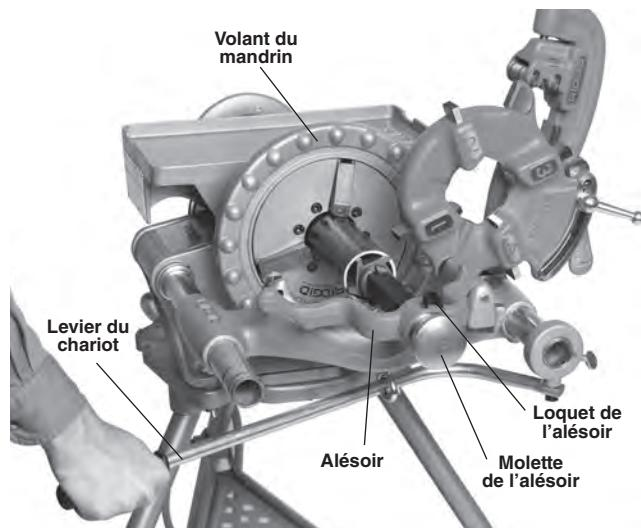

Figure 22 – Utilisation de l'alésoir n° 341
- Positionnez l'alésoir en appuyant sur la gâchette de son loquet, puis en poussant sa molette vers le tuyau jusqu'à ce que le loquet s'engage à l'autre extrémité du support d'accessoires (*Figure 22*).